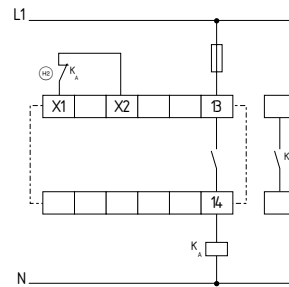

Fig. 11
**Commande à 1 canal avec boucle de retour (Fig. 11)**